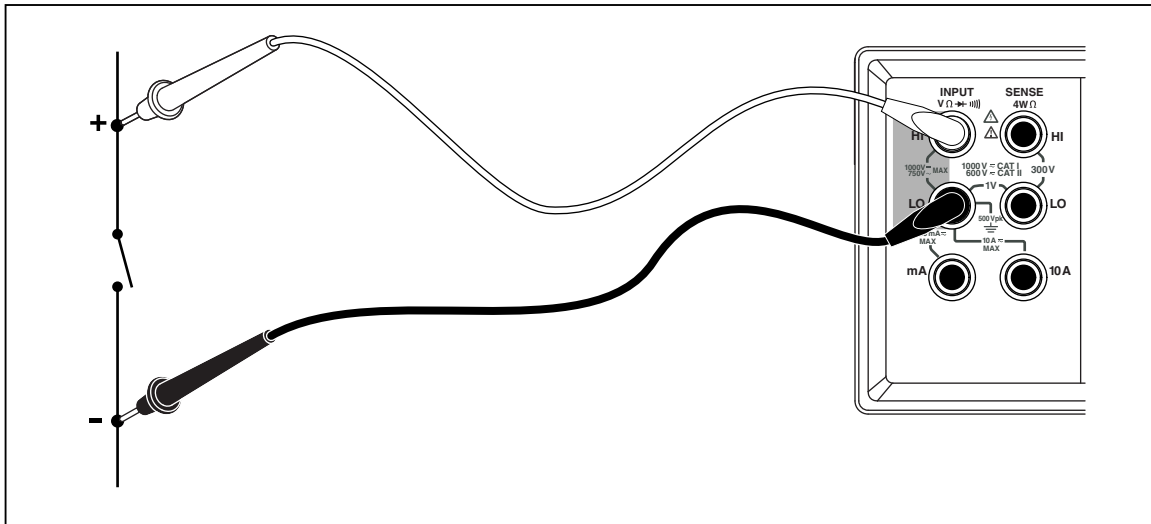

Figure 3-10. Test de continuité
2. Branchez les cordons de mesure entre le multimètre et le circuit à mesurer tel qu'indiqué à la Figure 3-10.